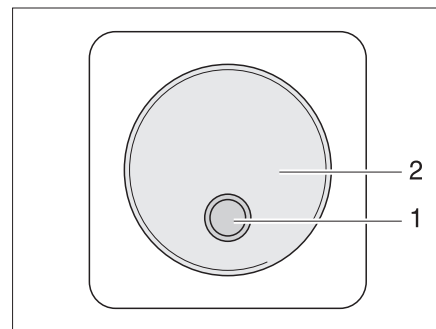

Fig. 237 Conmutador externo
- II "Remo." = El aparato se puede encender y apagar con el conmutador externo (Fig. 237,1).
El conmutador externo del convertidor (Fig. 237) se encuentra en el habitáculo del vehículo, por ejemplo en la zona de la entrada. El conmutador está identificado con el rótulo "Convertidor". El LED (Fig. 237,1) indica el estado de funcionamiento del convertidor.